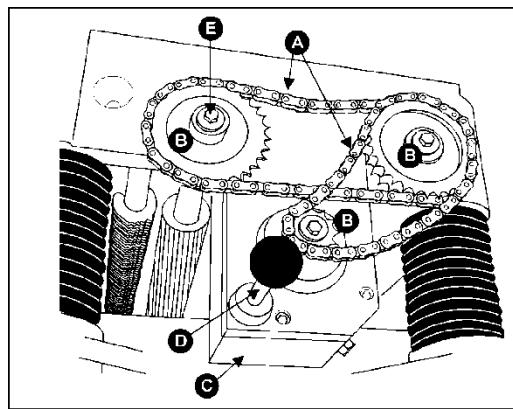

Рис. 26
Станок оборудован зубчатым роликом подачи (рябухой) и цельным роликом разгрузки. Ролики врачаются для движения заготовки и автоматически замедляются при увеличении нагрузки на электродвигатель для наиболее эффективного строгания в любых условиях. Ролики приводятся в действие цепью (A, см. Рис. 26) и звездочками (B, см. Рис. 26), которые приводятся в движение от строгального вала через коробку скоростей (C, см. Рис. 26).
2. Открутите три винта с шестигранной головкой, снимите шайбы (E, см. Рис. 26).
3. Снимите одновременно три звездочки (B, см. Рис. 26): с ролика подачи, ролика разгрузки и вала коробки скоростей.
5. Установите на валы три звездочки и цепи, затяните все винты с шестигранной головкой с шайбами (E, см. рис. 26).